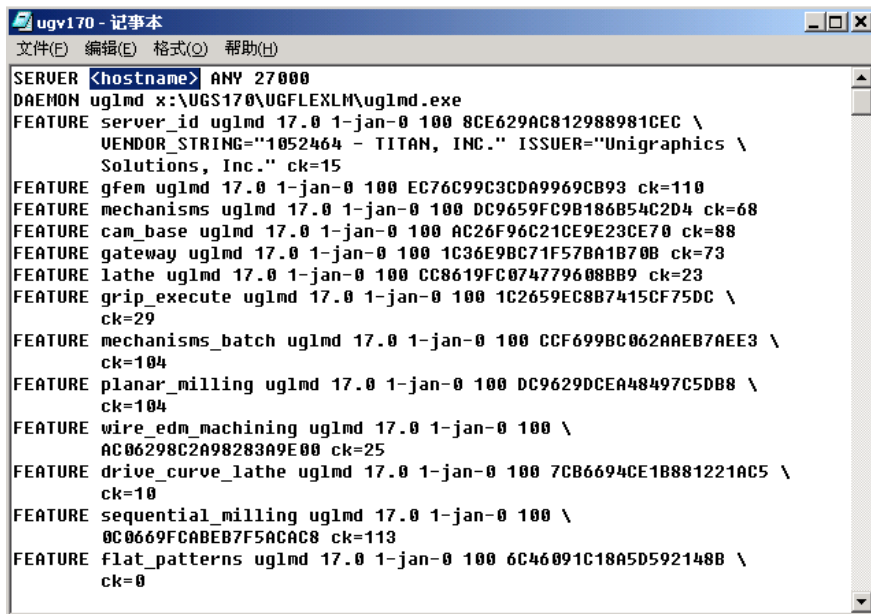

图 1.5 修改 ugv170.dat 文件
7. 完成安装后，修改你的 UG 安装目录 UGS170 中 UGFLEXLM 目录下的 ugv170.dat 中的主机名为你自己的主机名（如图 1.5 所示，将文件第一行中的“hostname”改为当前的机器名）。